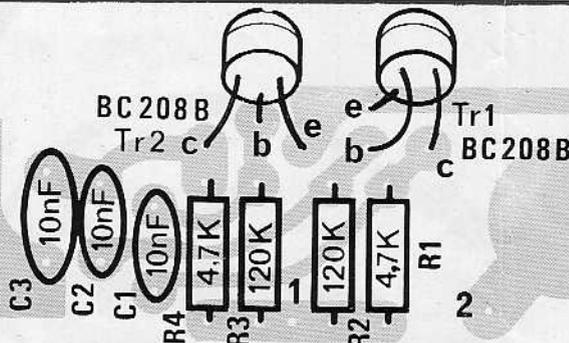

Fig. 3 - Serigrafia del circuito stampato.
2) Montaggio dei componenti sul circuito stampato dal lato bachelite — fig. 3.